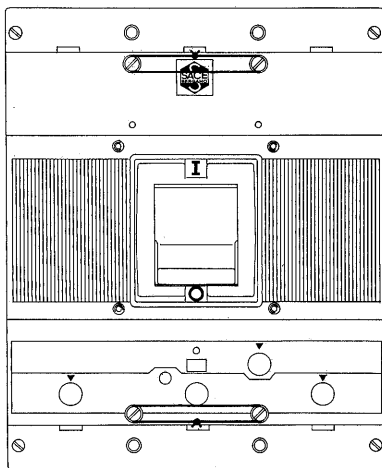

Fig.38
9.11. Viti sigillabili per impedire lo smontaggio del coperchio dell'interruttore (fig. 38)